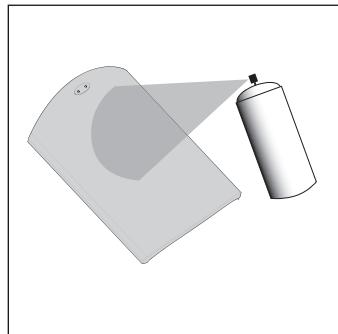

FIGURA 9: Pinte a grade. Aplique camadas finas de tinta spray. Não bloquee os orifícios da grade com tinta.
2. A cor final só deve ser aplicada após a tinta base ter secado completamente [figura 9].
2. Usando tinta spray, aplique duas mãos finas da cor de acabamento [figura 9]. Para pintar usando um compressor e pistola de pintura, use o ajuste para spray mais fino e difuso. Tome cuidado para não encher as perfurações da grade com tinta.